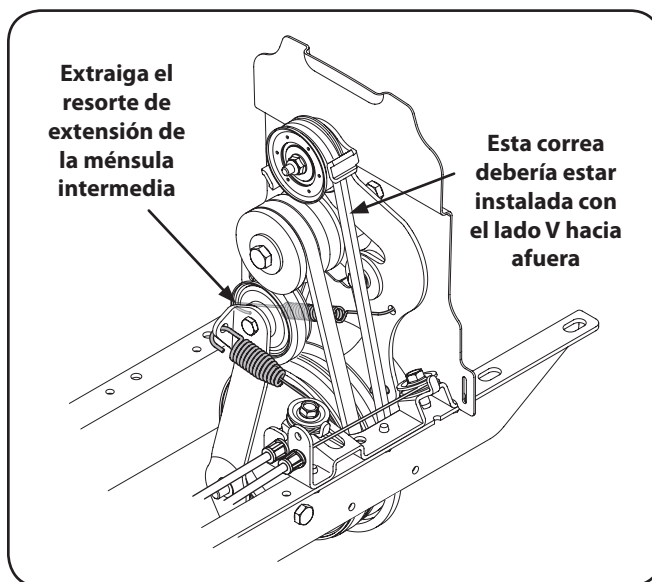

Figura 7-3
4. Retire el resorte de extensión del soporte intermedio, como se ilustra en la Figura 7-3. Se recomienda usar un par de pinzas de punta de aguja, y sujetar el resorte por el extremo que se engancha sobre el bastidor. Simplemente, sujételo y tire para sacarlo del bastidor, luego hacia arriba y con cuidado suelte la tensión del resorte.